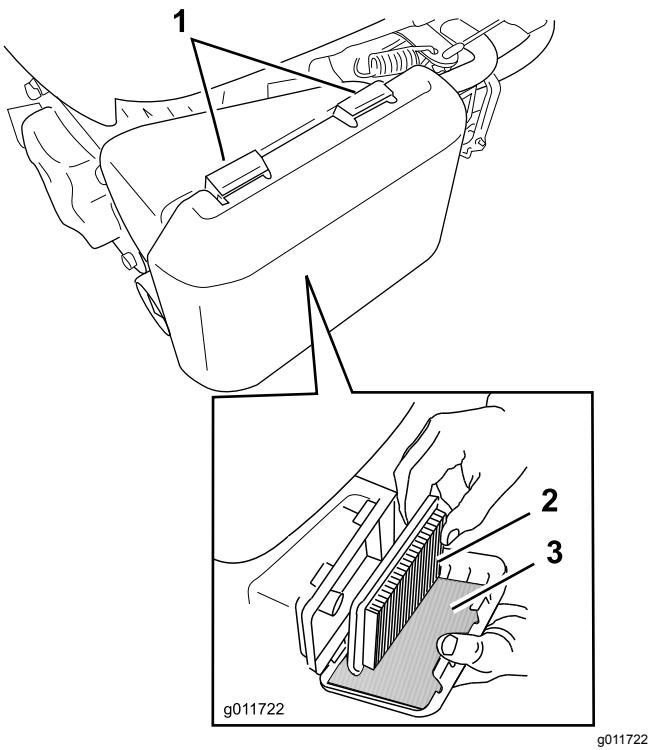

図 30
- エアフィルタカバーの上部についているラッチのタブを押す図 30。
- ペーパーエアフィルタとスポンジ製プレフィルタを外す図 30。